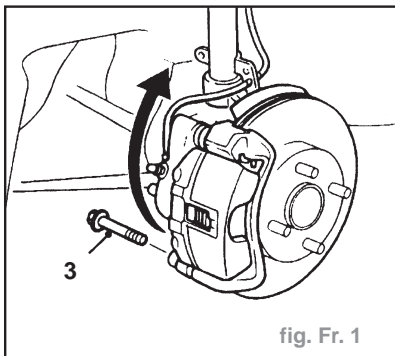

fig. Fr. 1
- Enlever le boulon (3) d'axe de guidage inférieur de l'étrier et faire pivoter l'étrier vers le haut (fig. Fr. 1).